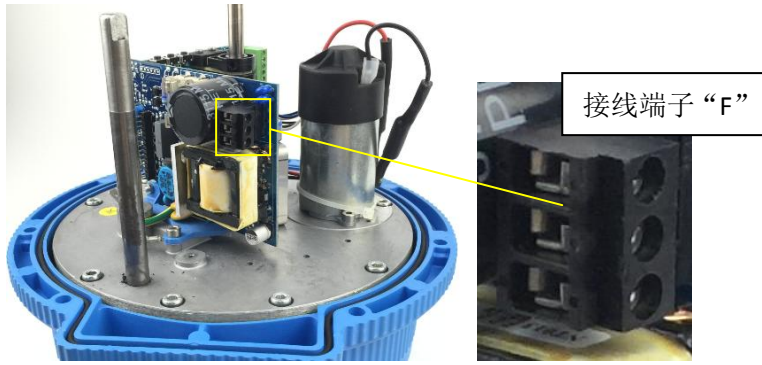

图 3 ， 低压电源板，接线端子“F”
4.3 型号 12-24VAC50/60Hz 和 12-24VDC 接线（图 3）